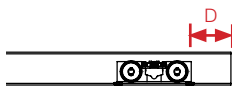

Figura 2. Corredera en posición de montaje/desmontaje
b) Ajuste los conectores de cable en el cable de carga de la unidad de grúa (figura 2).
- I. Determine el punto de montaje y desmontaje de la unidad de carga en el riel. ¡ATENCIÓN! La distancia (D en la figura 2) entre el extremo del riel y la corredera dependerá del tope que se utilice (tabla 1).
- 2) Asegúrese de que la placa de carga se encaje y desencaje al presionar sobre ella (ver figura 2).